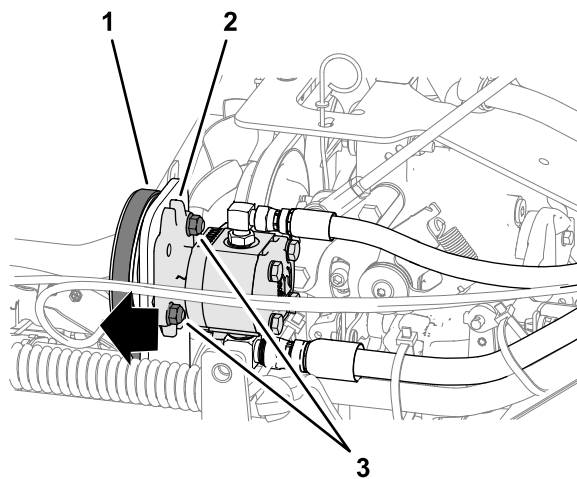

Figure 49
3. Desserrez les 2 contre-écrous à embase ($\frac{3}{8}$ po) qui fixent la pompe auxiliaire au support de montage (Figure 49).
4. Poussez la pompe vers l'extérieur (Figure 49) dans les fentes et serrez les contre-écrous à embase à un couple de 37 à 45 N-m (27 à 33 pi-lb).